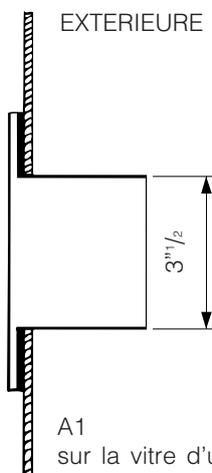

fig. 2
- S'assurer que les orifices de l'admission et l'échappement de l'air (fig. 2 et 3) ne sont pas obstrués.